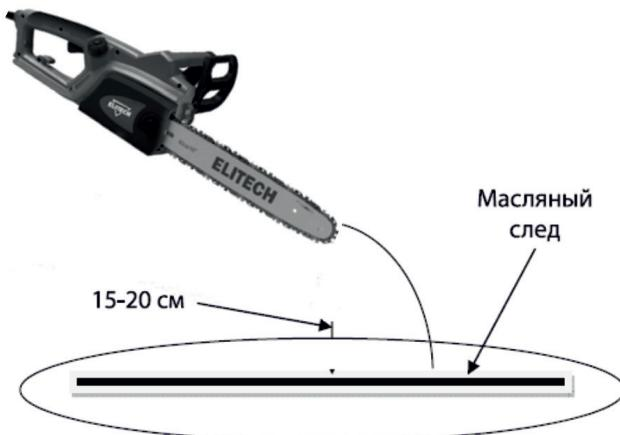

Рис. 11
2. Нажмите на выключатель до упора и дайте двигателю поработать примерно 10-15 секунд на максимальных оборотах. Под шиной должен оставаться четкий масляный след (рис. 11).